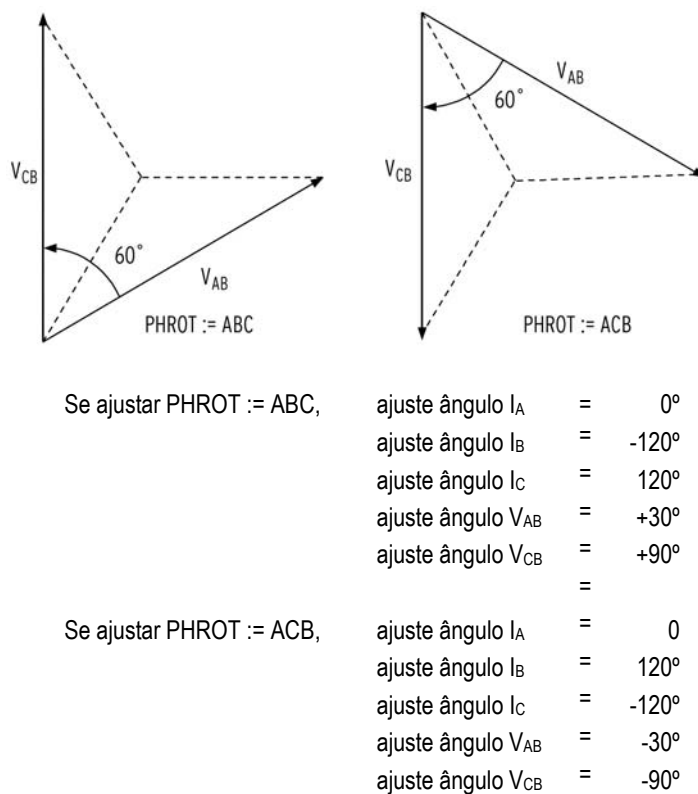

Figura 10.3 Conexões AC Trifásicas / Ligação “Open-Delta”
- c. Se você parametrizar o relé para aceitar tensões em delta (DELTA_Y := DELTA), ajuste os ângulos de fase de tensão e/ou corrente conforme mostrado na Figura 10.3.